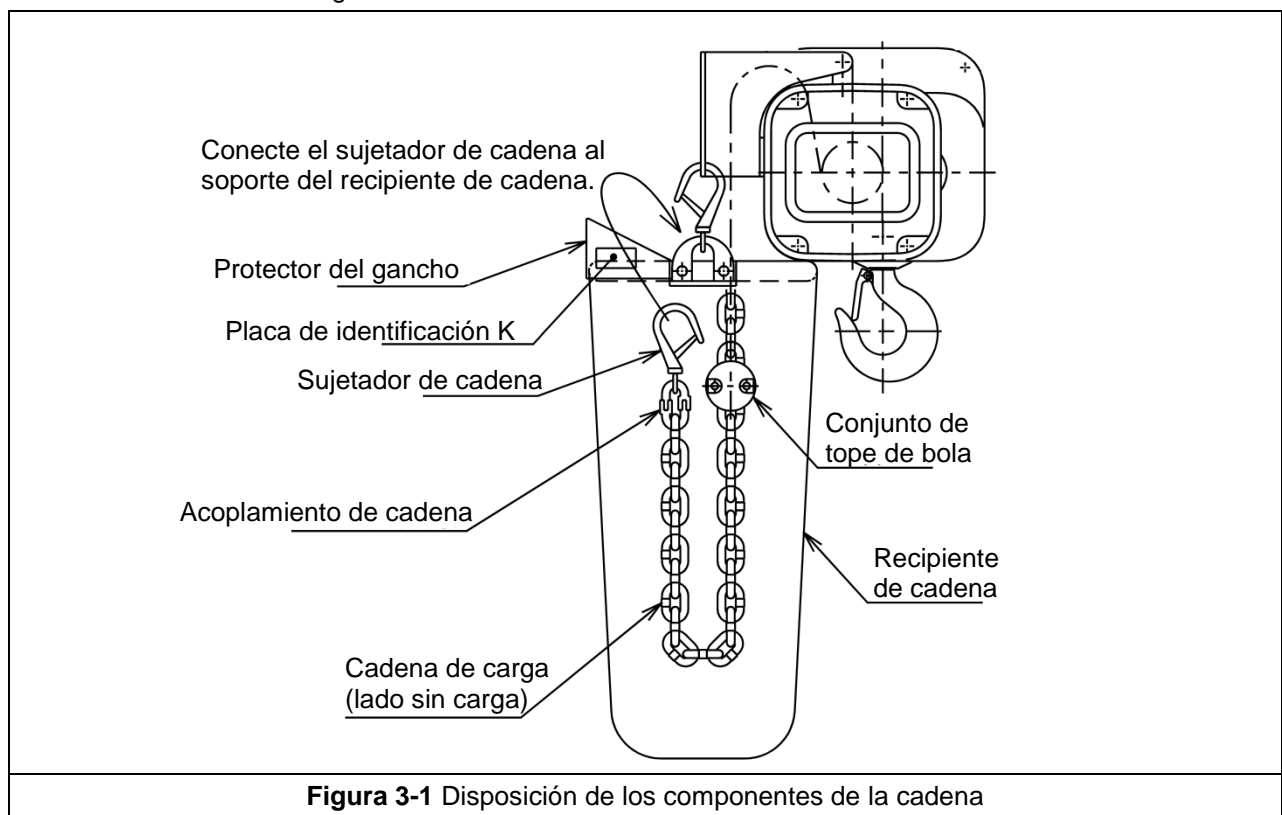

Figura 3-1 Disposición de los componentes de la cadena
- 3.2.1 Los componentes de la cadena incluyen un conjunto de tope de bola, un acoplamiento de cadena, un sujetador de cadena y un conjunto de recipiente de cadena. Nunca utilice el polipasto/tecle si hay componentes de la cadena faltantes, incorrectos o dañados. Verifique que todos los componentes de la cadena estén en la ubicación apropiada y correctamente instalados, tal como se muestra en la Figura 3-1.
- 3.2.4 Recipiente de cadena de lona: despliegue completamente la lona e instálela en el cuerpo del polipasto/tecle, como se muestra en la Figura 3-2. Asegúrese de instalar el recipiente de cadena de forma que el protector del gancho quede alejado del cuerpo del polipasto/tecle, como se muestra en la Figura 3.1. El extremo sin carga de la cadena se fija al soporte del recipiente de cadena con el sujetador de cadena, como se muestra en la Figura 3.1. Para colocar la cadena en el recipiente de cadena, coloque el extremo sin carga de la cadena en el recipiente de forma gradual. Evite torcer o enredar la cadena. NUNCA coloque toda la cadena en el recipiente de una sola vez.